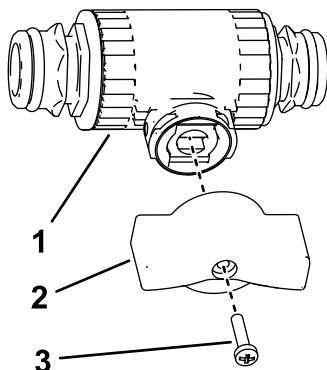

図 18
2. 図 18 に示すように、レッドウイングハンドルをコントロールバルブに取り付ける。